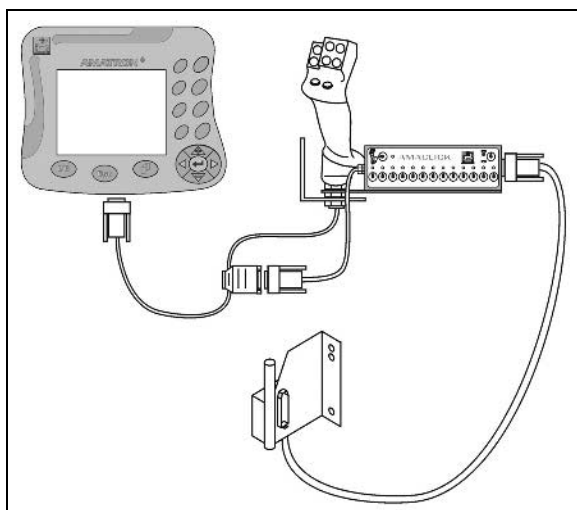

Fig. 94
- mit Multifunktionsgriff entsprechend Fig. 94.